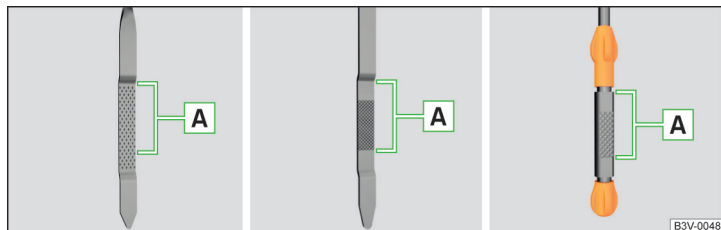

Fig. 308 Variante de joje de ulei
Nivelul de ulei trebuie să se situeze în zona **A** » fig. 308. Dacă nivelul de ulei este sub zona **A**, completați ulei.
- Nivelul uleiului nu trebuie să fie în niciun caz în afara zonei **A** » fig. 308 - în caz contrar există pericolul deteriorării motorului, precum și a instalației de evacuare a gazelor arse.